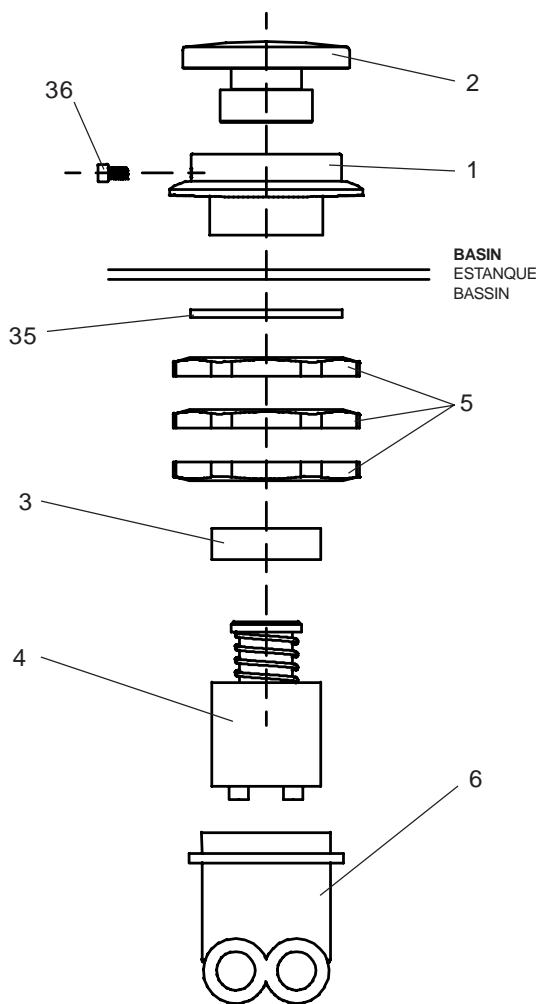

FIG. 3
Stream height is factory set at 35 PSI. If supply pressure varies greatly from this, adjust the screw on regulator item 4 by using a small screwdriver through the small hole in the push button item 2 (See Fig.3). Clockwise adjustment will raise stream and counter-clockwise adjustment will lower stream. For best adjustment, stream should hit basin approximately 6-1/2" (165mm) from bubbler.
Le niveau d'écoulement est réglé en usine à 35 PSI. Si la pression de provision varie fort de ceci, ajuster la vis sur l'article régulateur 4 en utilisant un petit tournevis par le petit trou dans l'article de bouton de poussée 2 (Voit Fig.3). Si vous ajustez dans le sens des aiguilles d'une montre, le jet augmentera et dans le sens contraire, le jet diminuera. Le meilleur ajustement est lorsque le jet frappe le bassin à environ 6-1/2" (165mm) du barboteur.